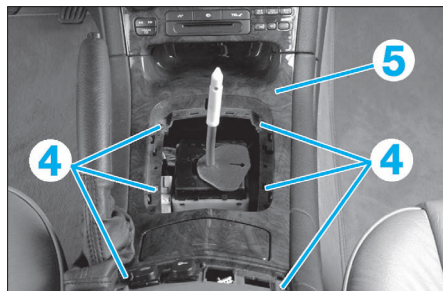

FIG. 2
- Tirer sur le pommeau (1) pour l'extraire (Fig.2).